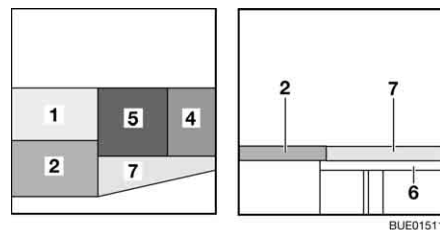

Fig. 127 Después de la transformación
- Colocar el cojín del asiento (Fig. 127,5) en el centro.
- Colocar el cojín del respaldo (Fig. 127,4) entre el cojín del asiento y la pared.
- Enganchar el ensanchamiento de cama (Fig. 127,6) en los alojamientos en los baúles-banco.
- Colocar el cojín adicional (Fig. 127,7) sobre el ensanchamiento de cama.